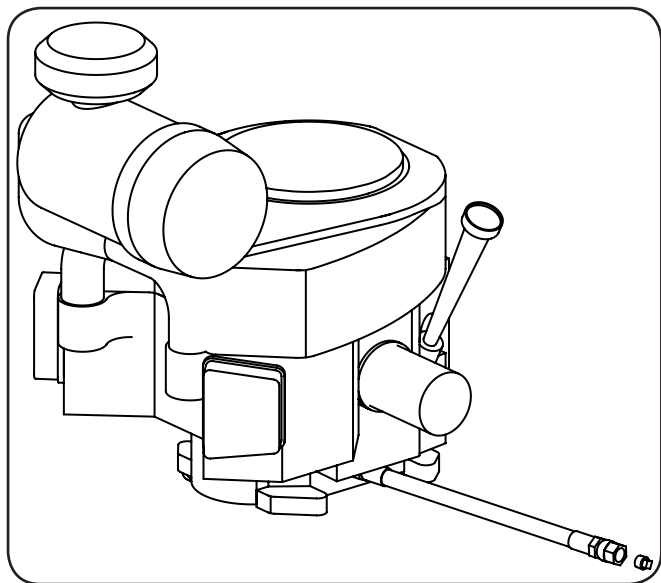

Figure 6-4
2. Repérez le boyau de vidange d'huile sur le moteur. Voir Figure 6-4.
5. Tenez l'extrémité libre du boyau de vidange d'huile au-dessus du récipient, puis dévissez le bouchon à tête carrée du boyau. Voir Figure 6-4. Vidangez l'huile du moteur dans le récipient.